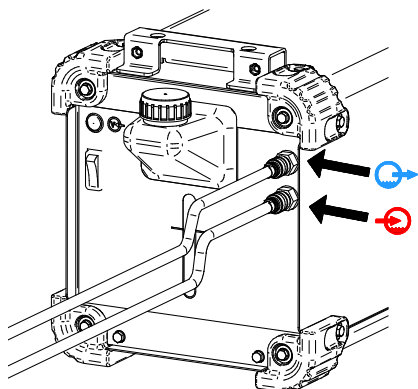

Figura 7.
- Collegare i tubi flessibili del gruppo di raffreddamento ai raccordi di ingresso [5] e di uscita [4] (Figura 7).
- Collegare i tubi del gruppo di raffreddamento – Figura 7.